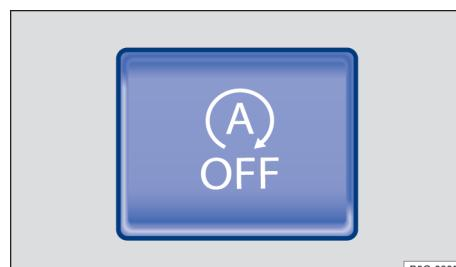

图 84 中控台：发动机自动启停系统按钮
- 按下中控台中的按钮  → 图 84，手动关闭该系统。发动机自动启停系统处于关闭状态时，该按钮中的指示灯点亮。
- 再次按下中控台中的按钮  → 图 84，重新激活系统。